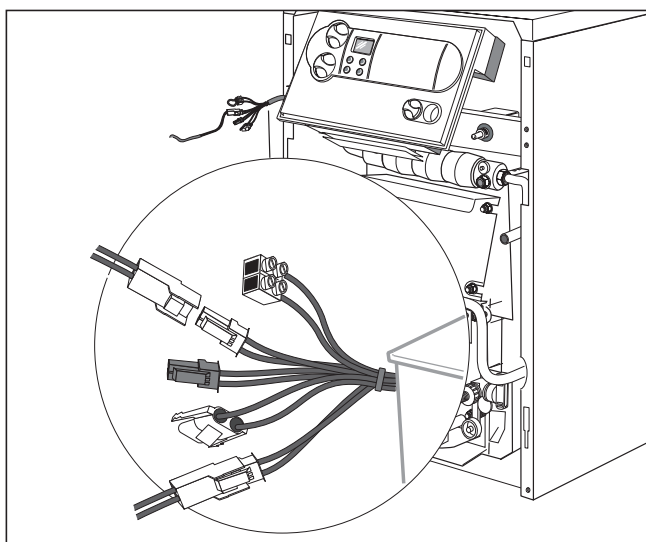

Fig. 4.6 Conectarea senzorilor
- Conectați fără potențial siguranța pentru deficit de apă la "termostat de nivel" (Pro E) și clapeta de gaze arse la accesoriu (poziția conexiunii este prezentată în fig. 4.6).